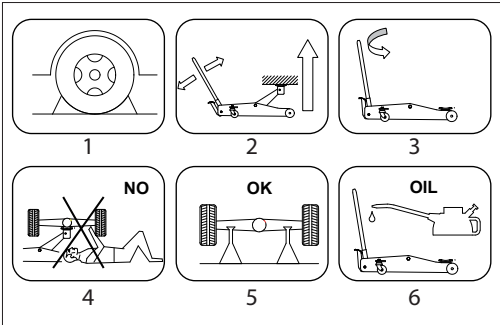

Fig. 05
- Stellen Sie sicher, dass sich niemand in dem anzuhebenden Fahrzeug befindet. Stellen Sie den Motor ab und ziehen Sie die Handbremsen des Fahrzeugs an. Verwenden Sie Keile, um eine Bewegung des Fahrzeugs zu verhindern (Fig.05(1)). Steigen Sie nicht ins Fahrzeug ein und starten Sie nicht den Motor.
- Verwenden Sie den Wagenheber nie, um das Fahrzeug zu bewegen oder um es anheben zu lassen. Bitte benutzen Sie stets Unterstellböcke (Fig.05(5)).
- Den Wagenheber immer so positionieren, dass dessen Bedienung von unterhalb des Fahrzeugs ausgeschlossen ist (Fig.05(4)).
- Pumpen Sie mit der Hebelstange oder dem Fußpedal den Heber auf die gewünschte Höhe (Fig.05(2)). Achten Sie darauf, dass das Hydraulikventil geschlossen ist.
- Zum Ablassen der Last drehen Sie die Hebelstange langsam gegen den Uhrzeigersinn und (Fig.05(3)).